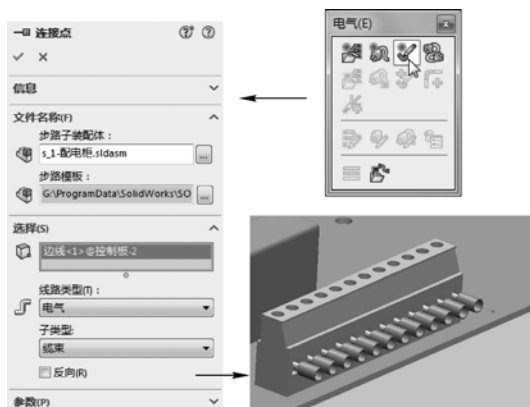

图 3-17 创建连接点
STEP 3 单击“电气”工具栏中的“起始于点”按钮，打开“连接点”属性管理器。如图 3-17 左图所示。然后单击模型接口处的一个圆边线，确定第一个连接点的位置，其余选项保持系统默认设置，单击“确定”按钮继续。